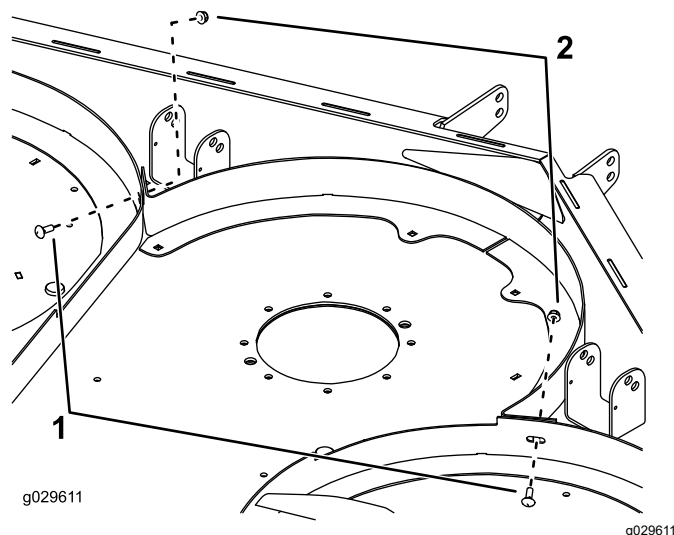

Figura 9
2. Montate, senza serrarli, gli alloggiamenti di sinistra e destra sull'alloggiamento centrale con 2 bulloni a testa tonda (5/16 x 3/4 poll.) e 2 dadi (5/16 poll.), come illustrato nella Figura 9.